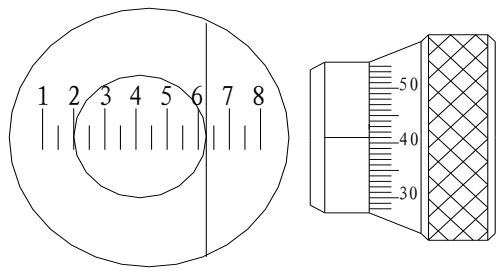

图6
3.3 选择目镜中任一条固定数字刻线为起始线（数字2）与压痕左边相切。固定读数显微镜，转动读数轂轮，移动目镜中的刻线相切于另一边（图6）